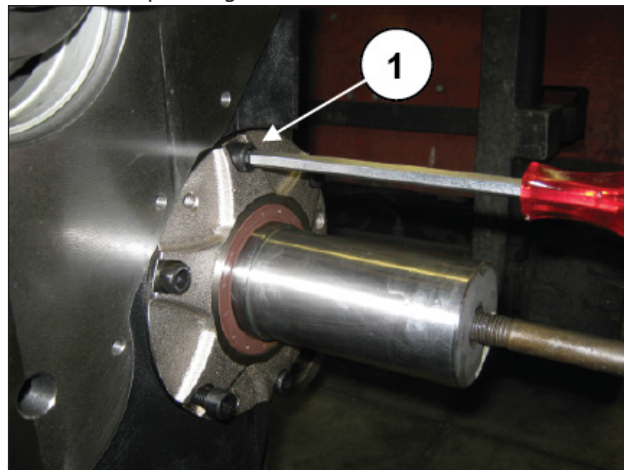
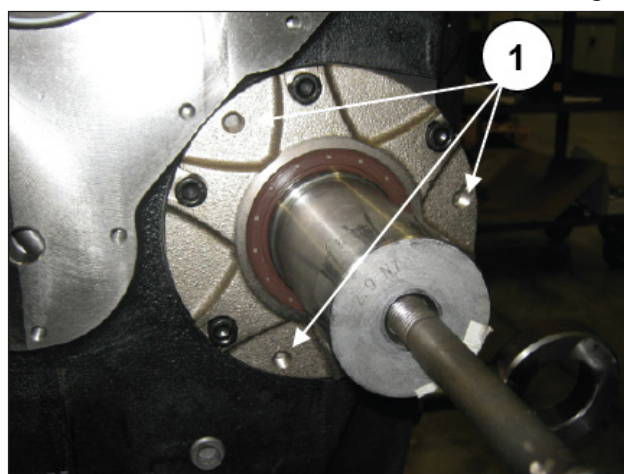

Fig. 9
Fig. 10
Desserrer les vis de fixation des caches roulement de la prise de force droit et gauche (rep. ①, Fig. 9) et dégager les deux couvercles de l'arbre de la prise de force avec leurs joints correspondants. Pour faciliter le démontage, intervenir sur les orifices M8 (rep. ①, Fig. 10) ou utiliser un extracteur à inertie.